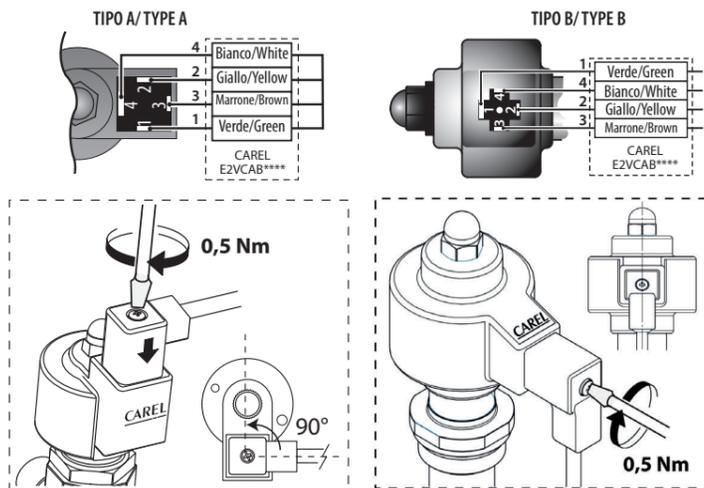

Fig. 3
7. collegare il connettore già cablato al motore passo passo nel relativo alloggiamento e serrare le vite con coppia di serraggio 0,5 Nm seguendo le indicazioni in Fig.3. Collegare a questo punto l'estremità quadripolare del cavo nei relativi morsetti del Driver CAREL EVD*** o relativo controllo omologato CAREL ed impostare i parametri secondo il set riportato nella tabella sottostante.
7. Connect the pre-wired connector to the socket on the stepper motor and tighten the screw, applying a force of around 0.5 Nm, following the instructions shown in Fig. 3. Then connect the four-pin end of the cable to the corresponding terminals on the CAREL EVD*** driver or other approved CAREL controller, and set the parameters according to the values shown in the table below.